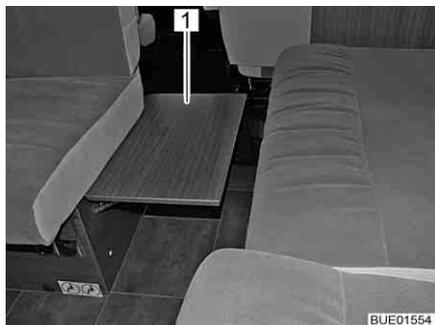

Fig. 108 Acrescento articulado do banco
- Desloque para cima o acrescento do banco (Fig. 108, 1) no banco dianteiro e faça-o encaixar.